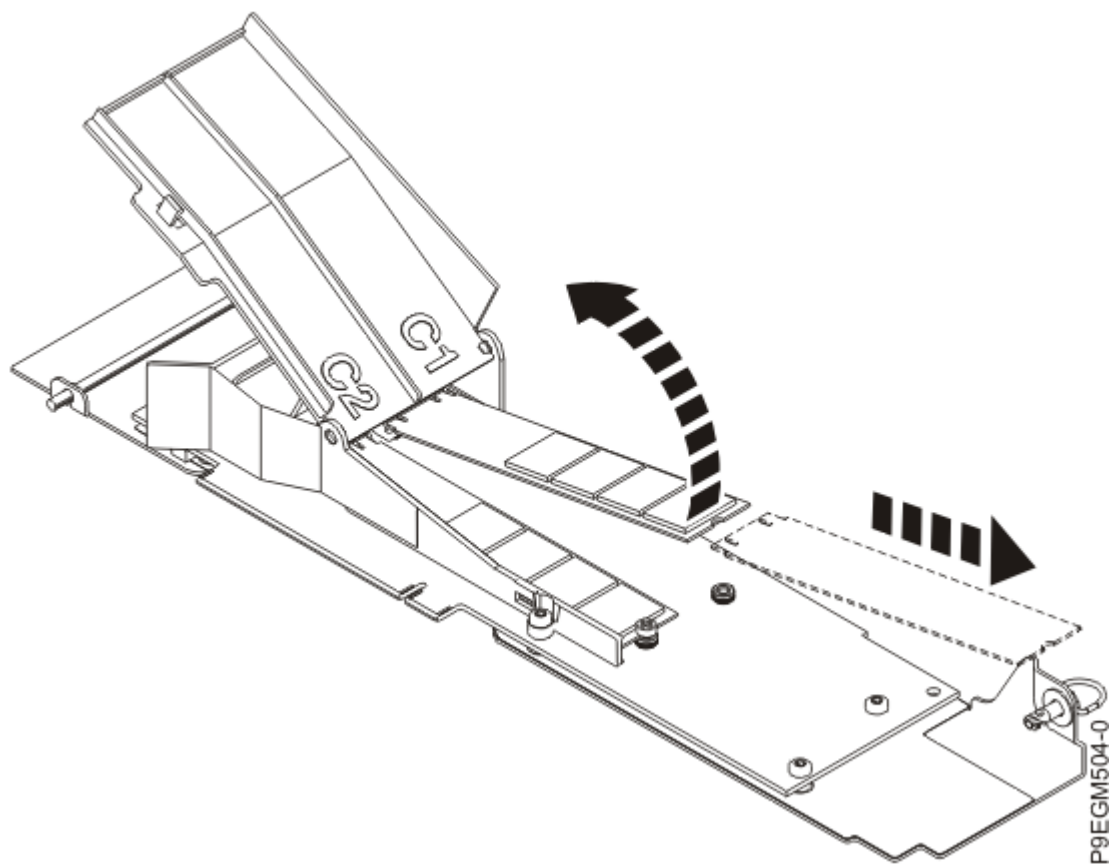

Figura 29. Extracción del módulo flash de la tarjeta portadora NVMe M.2
- c) Para extraer el módulo flash NVMe M.2, levántelo y gírelo como se muestra en la Figura 29 en la página 35.